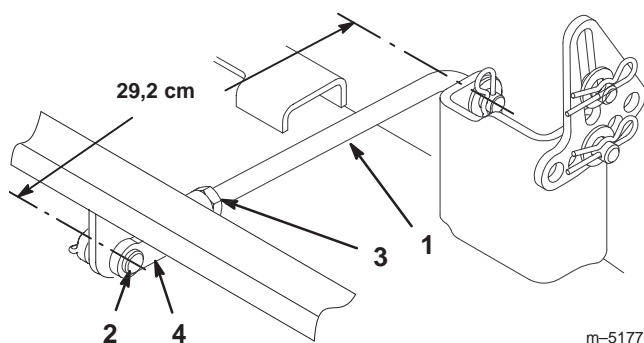

Figure 40
4. Mesurez la longueur du tourillon arrière (Fig. 40). Si elle n'est pas égale à 29,2 cm, enlevez l'axe de chape et la goupille fendue à l'extrémité du tourillon (Fig. 40), desserrez l'écrou de blocage et tournez la chape jusqu'à obtention de la longueur voulue. Fixez ensuite la chape avec l'axe et la goupille fendue. Répétez la procédure de l'autre côté de la tondeuse.
10. Quand l'inclinaison avant/arrière voulue est obtenue, serrez les écrous de blocage (Fig. 40 et 42).